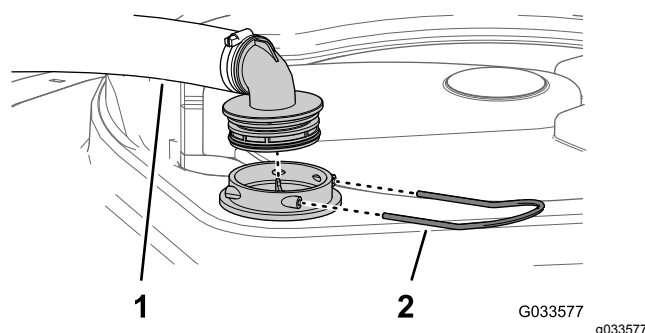

Figura 104
2. Na parte superior do depósito do pulverizador, retire a fixação que prende a união da mangueira unida à tubagem grande da estrutura do filtro (Figura 104).
3. Retire a tubagem e a união da tubagem da estrutura do filtro (Figura 104).